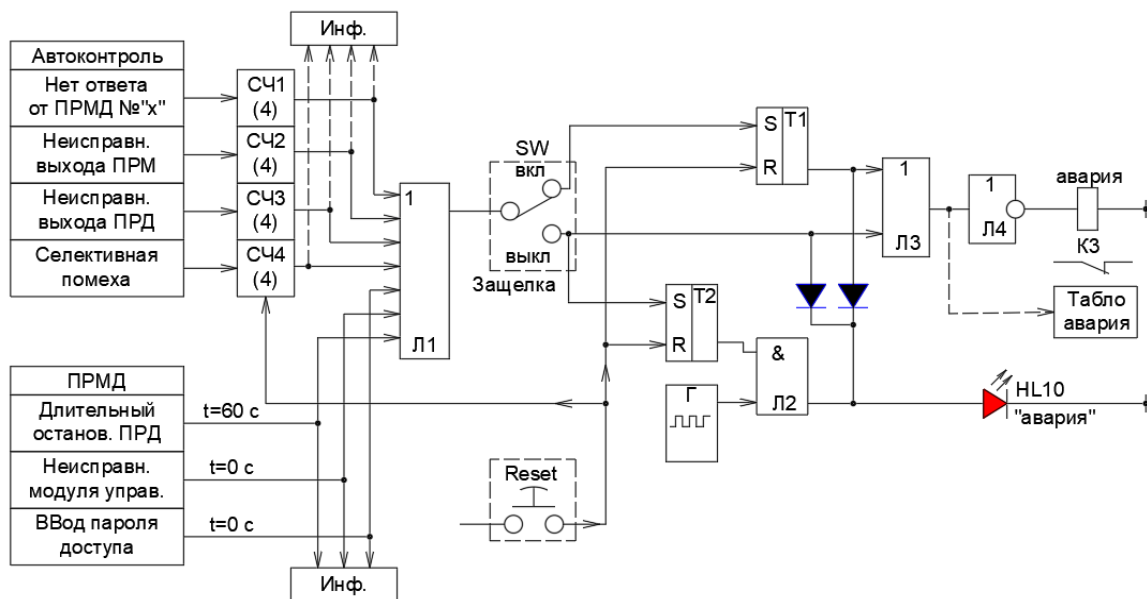

Рисунок 8.5.3 - Алгоритм аварійної сигналізації
**Аварійна сигналізація** ПРМД реалізована по алгоритму (рисунок 8.5.3).